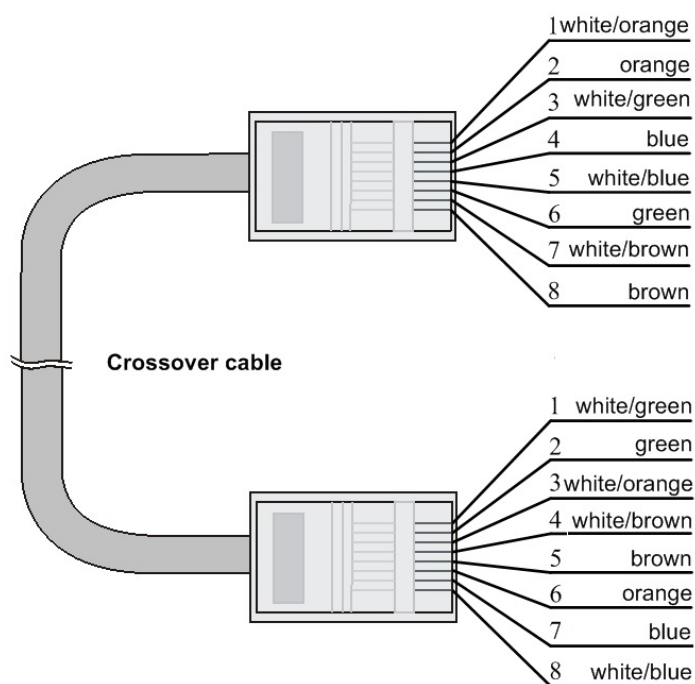

図6-3 クロスケーブル（10Base-T/100Base-TX/1000Base-T）
- **クロスケーブル** : 10/100/1000BASE-T クロスケーブルの結線を図 6-3 示します。10/100/1000BASE-T クロスケーブルは、100BASE-TX のクロスケーブルと結線が異なります。100BASE-TX のクロスケーブルは片端のピン配置が 568B 規格ですが、もう片端のピン配置は 568A 規格に従います。一方、10/100/1000BASE-T クロスケーブルの片端のピン配置は 568B 規格に従いますが、もう片端は 568A ではありません。